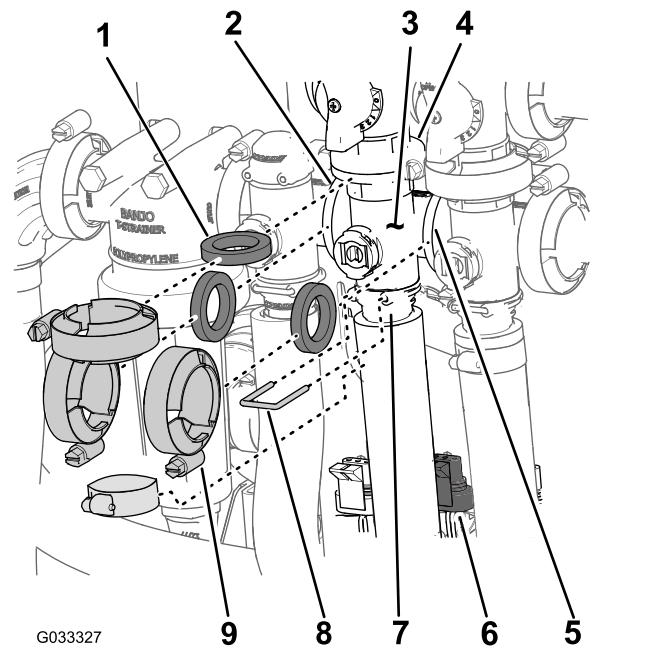

Figure 69
- Déposez les colliers et les joints qui fixent le collecteur de la vanne d'agitation (Figure 69) à la vanne de dérivation d'agitation, au régulateur de débit, à la vanne maîtresse des sections et au raccord adaptateur (régulateur de pression d'agitation).
- Retirez l'étrier qui fixe le raccord de sortie au collecteur de la vanne d'agitation (Figure 69).